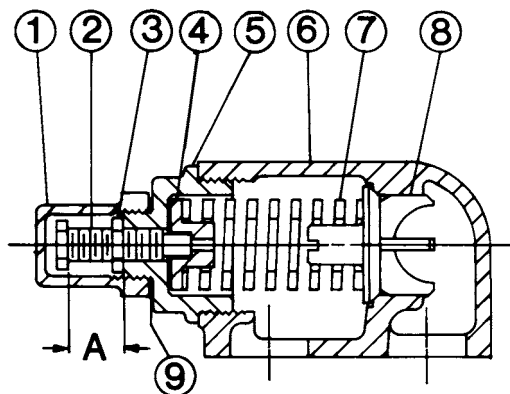

FIGURA 11
2. Mida y anote la longitud del tornillo de ajuste. Ver "A" en la Figura 11.